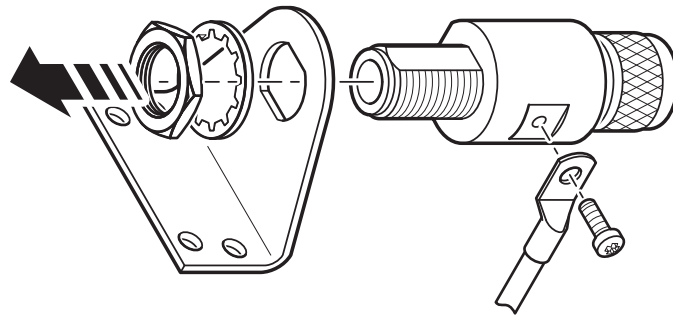

Abbildung 7.1: Montage des MBG S-PRO-Überspannungsschutzes
2. Montieren Sie den MBG S-PRO-Überspannungsschutz am Montagewinkel wie im  **Abb. 7.1** gezeigt. Der MBG S-PRO hat keinen dedizierten Eingang/Ausgang und damit auch keine bevorzugte Einbaulage.